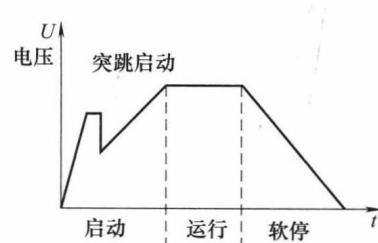

图1-4 突跳启动特性曲线
④ 脉冲突跳启动功能。若负载在静止状态且具有较大阻力矩的状态下启动，可在斜坡软启动开始之前采用脉冲突跳启动。例如向电动机施加95%的额定电压、时间0.5s，以克服电动机起步时的阻力矩。软启动器可提供500%额定电流的电流脉冲，调整时间范围为0.4~2s。突跳启动的特性曲线如图1-4所示。